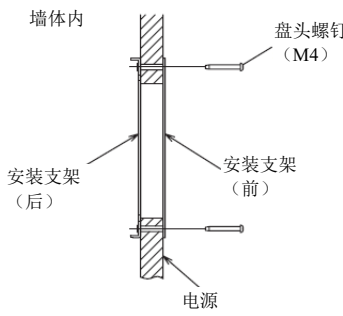

图3.4.4
- 固定支架时，请区分安装支架（前）与安装支架（后），确保其以正确方向安装。（图3.4.4）。